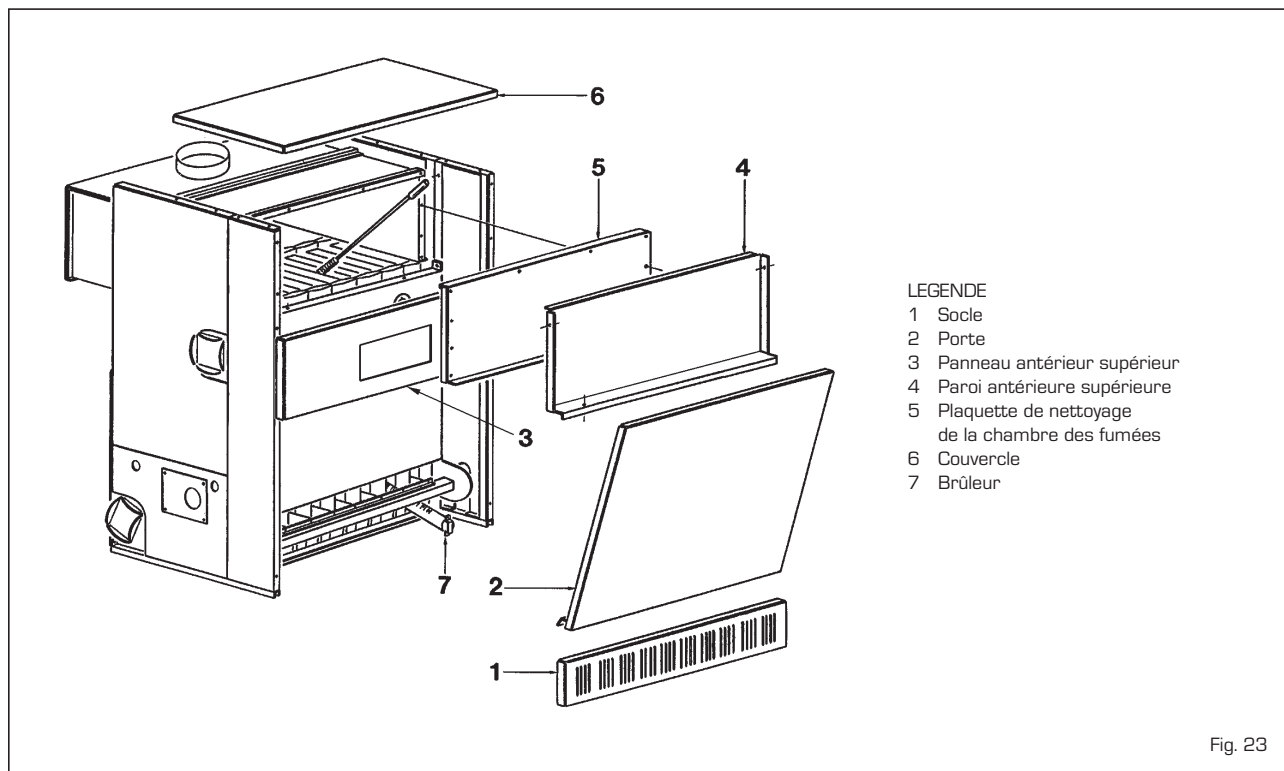

Fig. 23
4.6 NETTOYAGE ENTRETIEN (fig. 23)
Il est obligatoire de procéder, à la fin de la saison de chauffage, à un nettoyage et à un contrôle de la chaudière en agissant de la manière suivante (fig. 23):